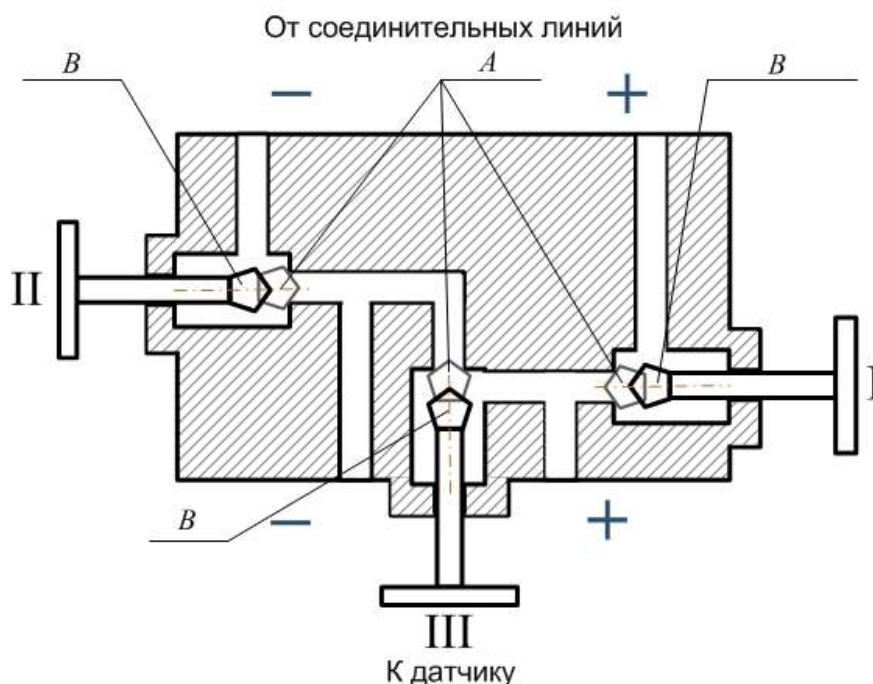

Рисунок 1 — Схема клапанного блока
2.2.12 Для исключения случаев возникновения односторонних перегрузок в процессе эксплуатации датчиков разности давлений необходимо строго соблюдать определенную последовательность операций при включении датчика в работу при использовании клапанного блока (рисунок 1):